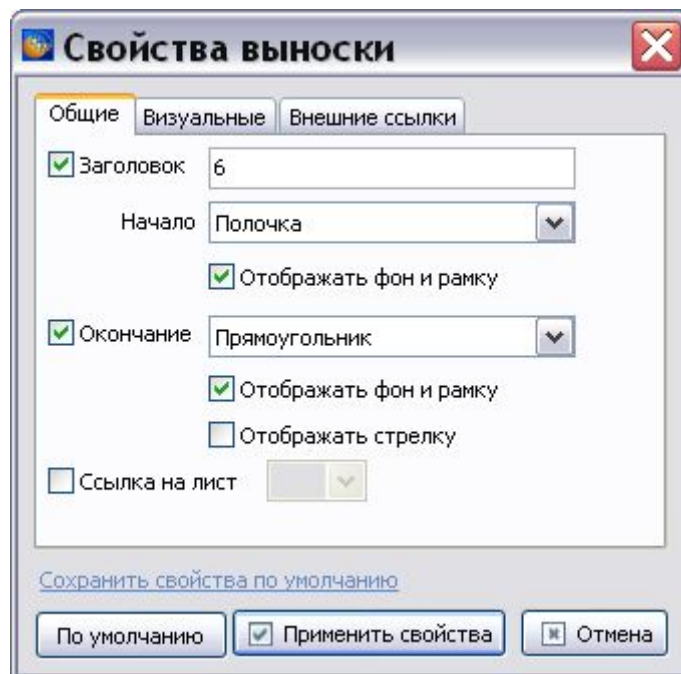

Рис. 3.139
3. В появившемся диалоговом окне **Свойства выноски** внесите необходимые изменения на вкладках **Общие**, **Визуальные** и **Внешние ссылки** (Рис. 3.139).
Для установки параметров по умолчанию нажмите на кнопку  (Рис. 3.139).